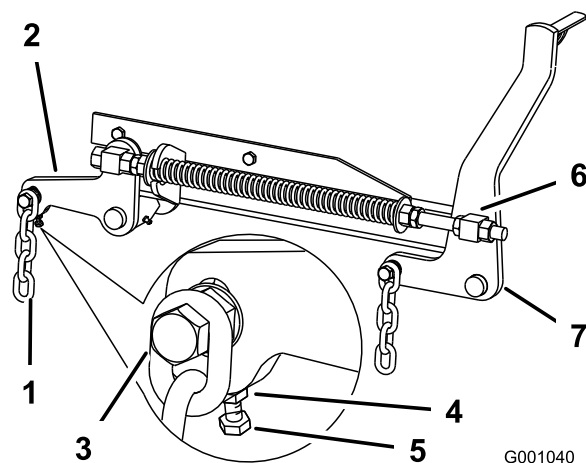

Figura 65
7. Si las medidas realizadas en las posiciones **B** o **C** no son correctas, afloje el perno que fija la cadena trasera al brazo de soporte trasero (Figura 65).
8. Afloje la contratuercas situada debajo del brazo de soporte trasero y ajuste el perno de ajuste hasta obtener una medida de 80 a 83 mm (3-1/8 a 3-1/4 pulgadas) (Figura 65).
7. Afloje las contratuercas de pivote delantero, en la parte delantera de los pivotes derecho e izquierdo, aproximadamente 13 mm (Figura 65).
8. Ajuste las tuercas de elevación en el lado izquierdo y derecho de la máquina hasta obtener 6 a 10 mm (1/4 a 3/8 pulg.) menos en la parte delantera en **A** que en la parte trasera, en **B** (Figura 65).